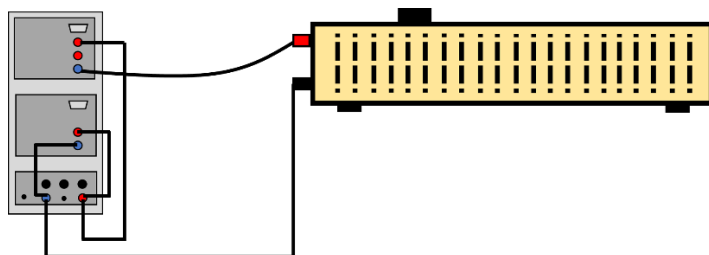

Figura 1
Para realizar el montaje deberá llevar a cabo los siguientes pasos con ayuda de la figura 1 y así poder desarrollar la práctica.
2. Conectar el Sensor CASSY al reóstato como se muestra en la figura 1.